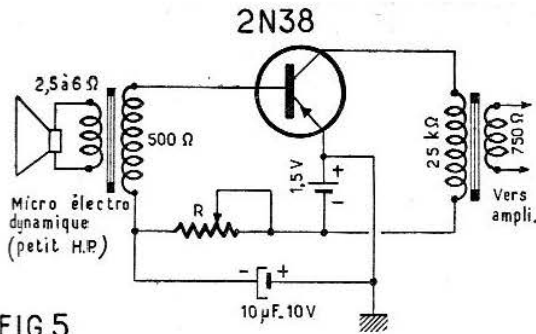

FIG. 5
Un autre montage redresseur est adopté pour les récepteurs radio et les téléviseurs, c'est celui en doubleur de tension. Il se réalise suivant deux variantes. Dans la première illustrée par la figure 5, les deux
Notre figure 5 donne le schéma extrêmement simple d'un tel préamplificateur à un étage.
Pour le premier bobinage (A) des étages MF de la vision (fig. 5), nous mettrons à profit les principes énoncés plus haut. Nous ne voudrions pas reprendre ici exactement le nombre de tours de ces bobinages et nous avons préféré reporter ces indications sur la figure 5.
Fig. 5. — Façon de réaliser les enroulements surcoulés. Bien respecter l'écartement entre les enroulements. En haut le bobinage C qui sert à l'entrée de la platine.